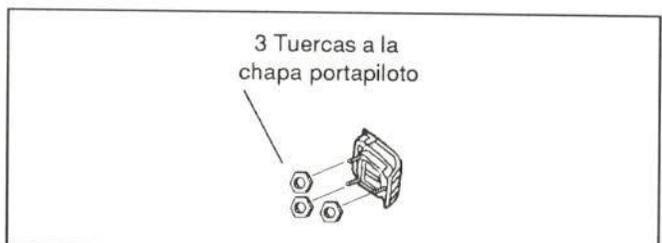

Figura 49.- Unión del piloto trasero
- Pilotos traseros (figura 49)
- Piloto trasero (figura 49)